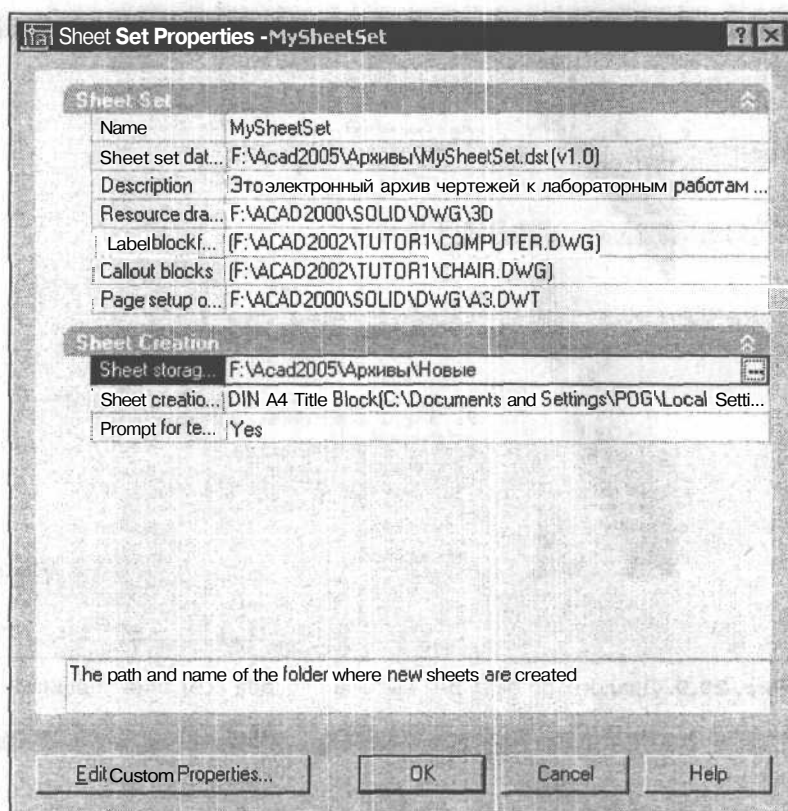

Рис. 20.11. Диалоговое окно для присвоения свойств создаваемой подшивке
5. Щелкните на кнопке **Sheet Set Properties** (Свойства подшивки) для вызова диалогового окна **Sheet Set Properties - <Имя подшивки>** (рис. 20.11) заполните или отредактируйте следующие свойства подшивки: